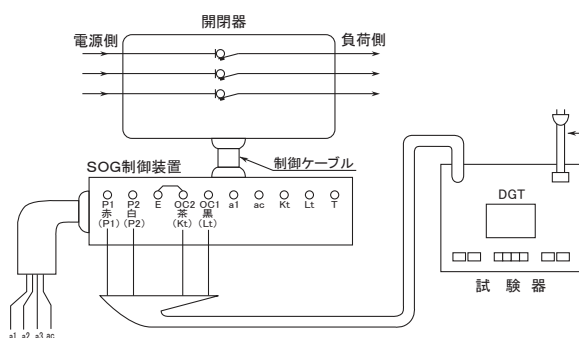

図5 戸上電機製作所製(DGT)による
- ①通電電流および良否の判定は表5のとおりです。
- ②図5・6の試験回路はOCR動作チェック回路です。
- ③図5・6は制御電源を制御装置パネル面（P1・P2）に接続する方法です。
なお、図5・6の回路で試験する場合は、制御装置パネルの制御電源切替スイッチを「試験」側にしてください。